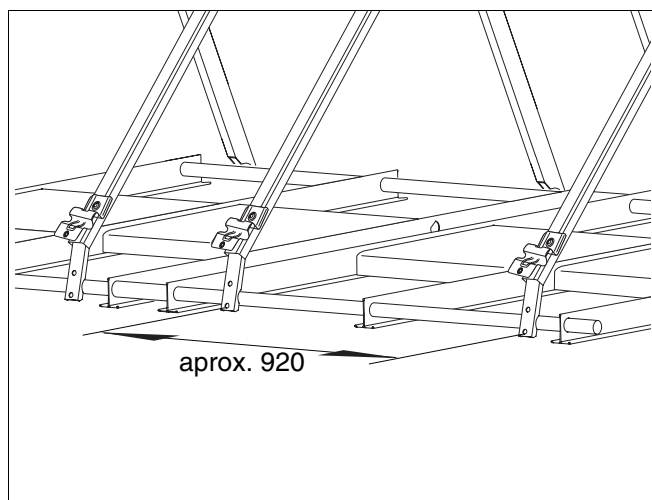

Fig. 26 Distância dos apoios dos colectores (medida em mm)
- ▶ Meça esta distância nos pés do apoio (Fig. 26).